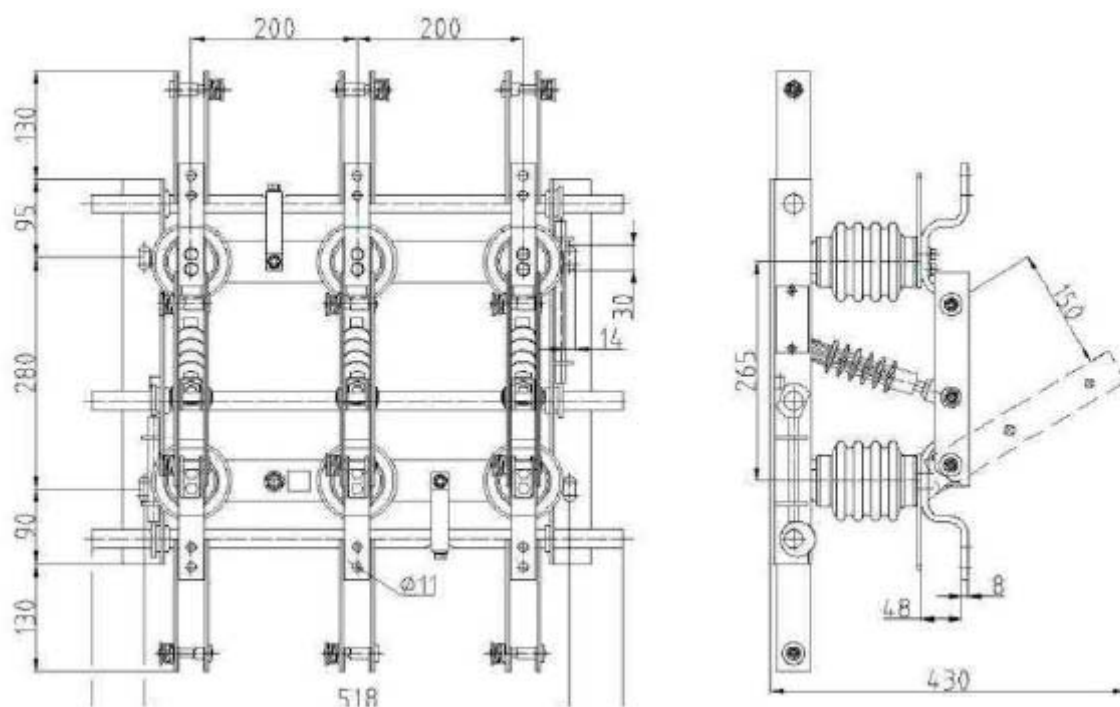

Рисунок 10 - Разъединитель РВЗ заземляющие ножи с обеих сторон
- заземляющие ножи с обеих сторон (рисунок 10).